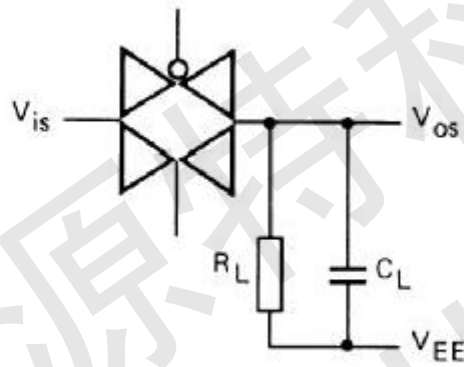

图 4
- $R_L=10K \Omega$; $C_L=15pF$; 通道开通; $V_{is}=V_{DD (P-P)}/2$ (正弦波, 在 $V_{DD}/2$ 处对称), $f_{is}=1KHz$; 如图 4 所示
- $R_L=1K \Omega$; $C_L=5pF$; 通道关断; $V_{is}=V_{DD (P-P)}/2$ (正弦波, 在 $V_{DD}/2$ 处对称); $20lg(V_{os}/V_{is})=-50dB$; 如图 4 所示
- $R_L=1K \Omega$; $C_L=5pF$; 通道开; $V_{is}=V_{DD (P-P)}/2$ (正弦波, 在 $V_{DD}/2$ 处对称); $20lg(V_{os}/V_{is})=-3dB$; 如图 4 所示